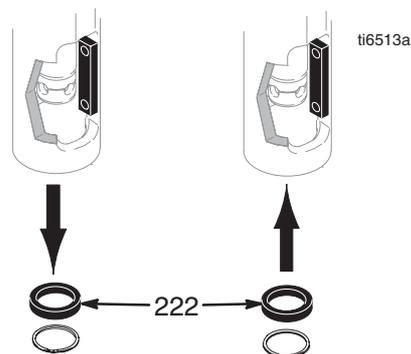

Рис. 10
4. См. Рис. 10. Снимите кольцо магнита (150).
1. См. Рис. 10. Установите новое кольцо магнита (222) с маркировочными углублениями обращенными вниз.